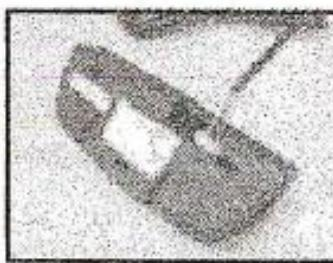

Рис.9. Соединитель силового кабеля
1. Вставьте соединитель силового кабеля в гнездо принимающего устройства, которое находится наверху сзади (Рис.9 и 10).